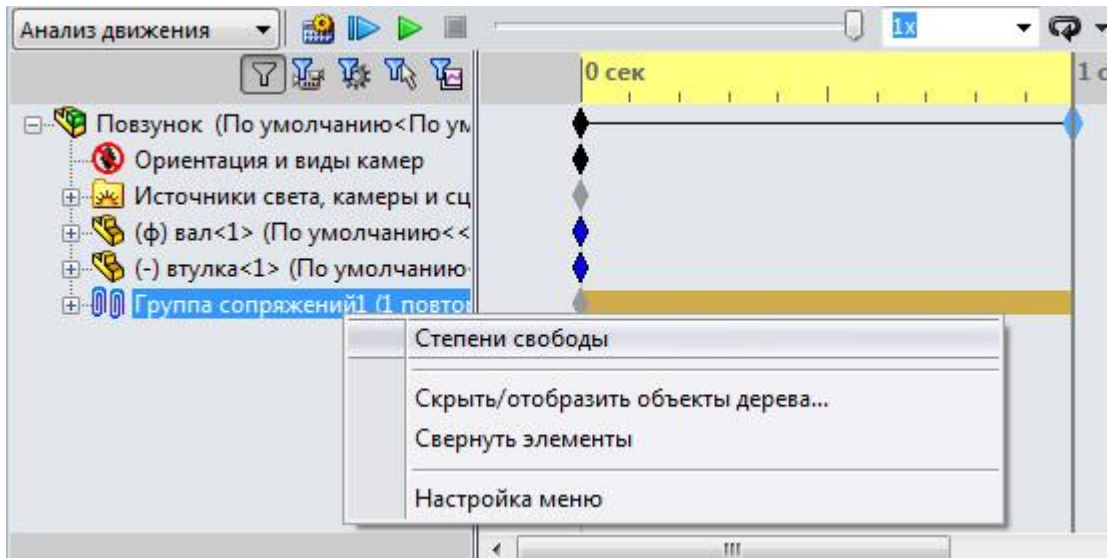
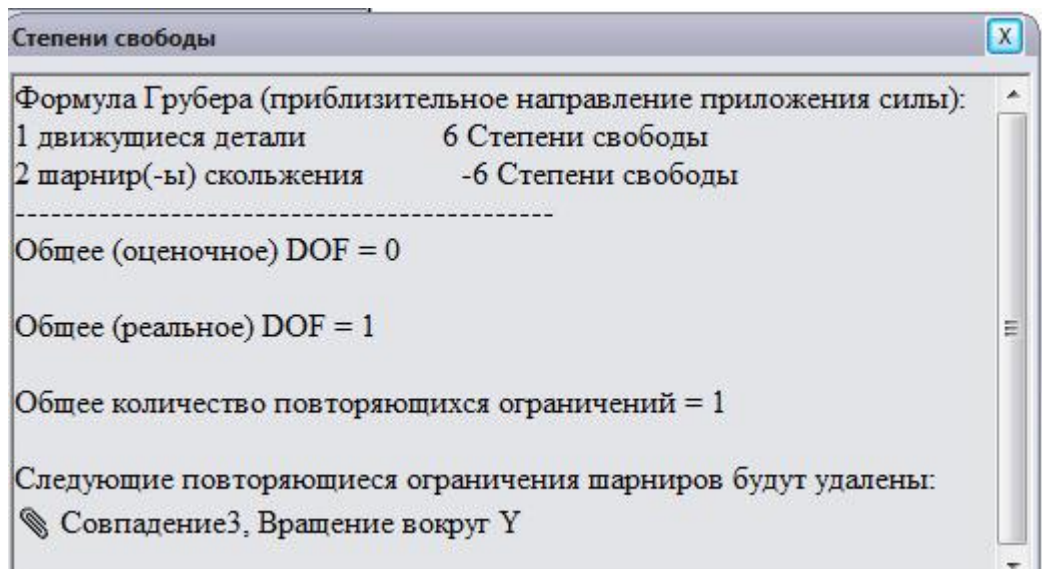
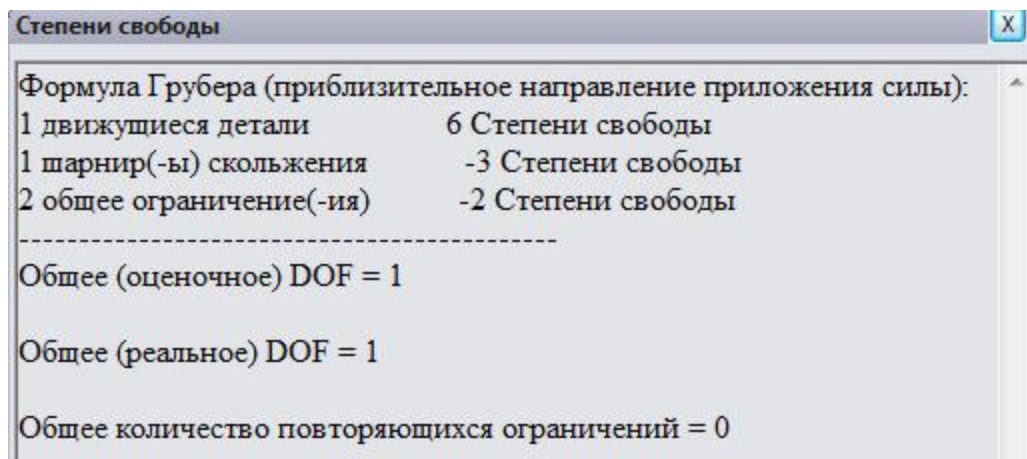
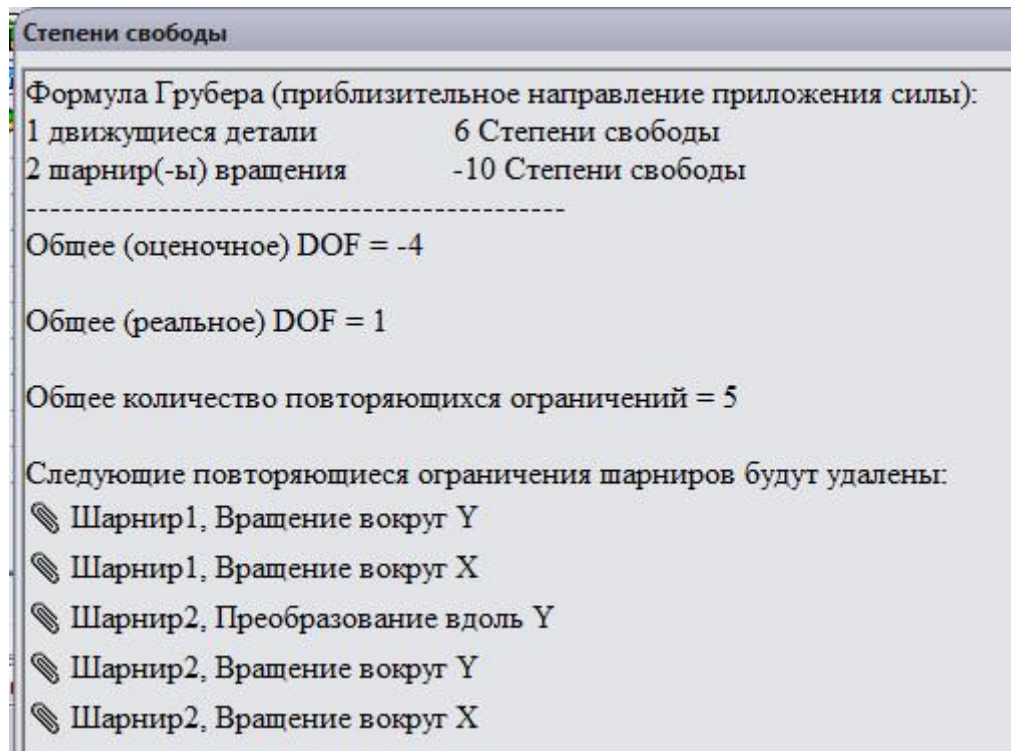

Рис.5.
Рис.6.
Рис.9. Обмеження в збірці з примітивом спряження
Рис.14. Степені свободи та надлишкові обмеження збірки
2.9. В панелі **Motion Manager** натиснути правою кнопкою миші на пункт **Группа Сопряжений1** (див. рис. 5.) і брати **Степени Свободы**. З'явиться вікно степенів свободи, як показано на рис.6
Як виходить з рис.6 загальне число степенів свободи даної (**DOF-Degree of freedom**) збірки дорівнює нулю (чисто арифметично).
Зверніть увагу! В **Группа Сопряжений1** в дужках вказано, що є 1 повторюване обмеження (рис.5).
В панелі **Motion Manager** натиснути правою кнопкою миші на пункт **Група Сопряжений1** (див. рис. 5.) і брати **Степени Свободы**. З'явиться вікно степенів свободи, як показано на рис.9
Як виходить з рис.9 загальне число степенів свободи даної (**DOF-Degree of freedom**) збірки дорівнює нулю (чисто арифметично).
В панелі **Motion Manager** натиснути правою кнопкою миші на пункт **Група Сопряжений1** (див. рис. 5.) і обрати **Степени Свободы**. З'явиться вікно степенів свободи, як показано на рис.14
Як виходить з рис.14 загальне число степенів свободи даної (**DOF-Degree of freedom**) збірки дорівнює -4 (арифметично).
Як вже було сказано вище, будь-яке тверде тіло має 6 степенів свободи. Кожне механічне спряження Шарнир накладає 5 обмежень на степені свободи, тоді маємо по формулі Грубера $6-5*2= -4$, тобто збірка взагалі не може здійснювати рухів з точки зору алгебраїчних рівнянь. Але по факту двері можуть обертатись в шарнірах, тому штучно додається +1 степінь свободи і в результаті маємо 5 обмежень, котрі повторюються (див. рис.14).